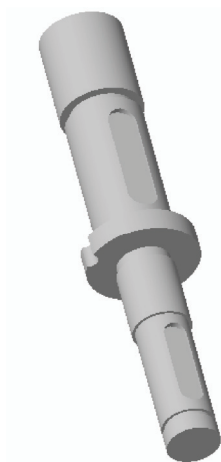

图 15-17 创建拉伸切除特征二
STEP 08 单击“关闭”面板中的“确定”按钮 ,退出草绘环境。设置拉伸高度为“1”,并调整拉伸方向,单击“移除材料”按钮 ,然后单击“完成”按钮 ,完成拉伸切除特征的创建,如图 15-17 所示。